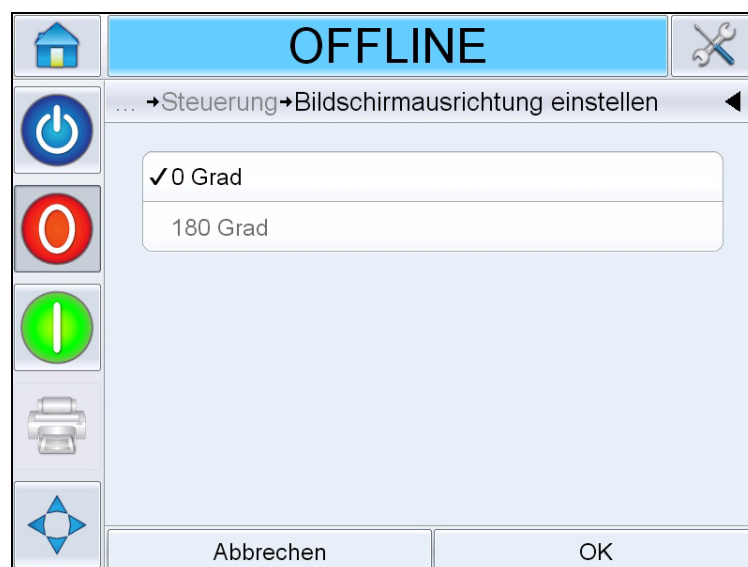

Abbildung 5-9: Bildschirmausrichtung einstellen
- 2 Berühren Sie die Option *Bildschirmausrichtung* in der Liste. Die Seite *Bildschirmausrichtung einstellen* wird angezeigt (Abbildung 5-9).